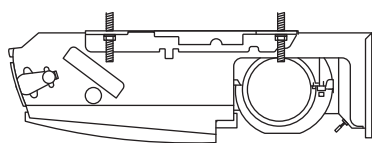

Fig. 3-15
- c) Serrer les 2 écrous hexagonaux sur chaque boulon de suspension pour suspendre l'unité intérieure de la manière indiquée en Fig. 3-15.